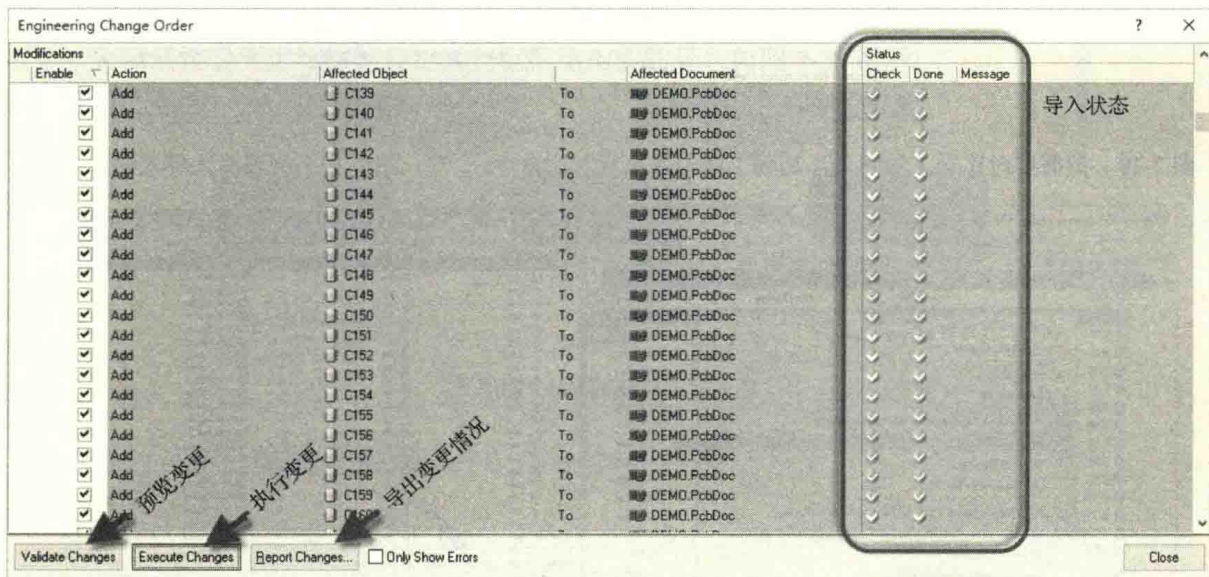

图 7-18 导入执行窗口
(2) 进入如图 7-18 所示的导入执行窗口，使用“Execute Change”按钮可以进行导入操作，通过右边的“Status”可以查看导入状态，“✓”表示导入没问题，“✗”表示导入存在问题。通过发现导入问题、修正问题、再导入的重复操作，直至“Status”中全部为“✓”为止。